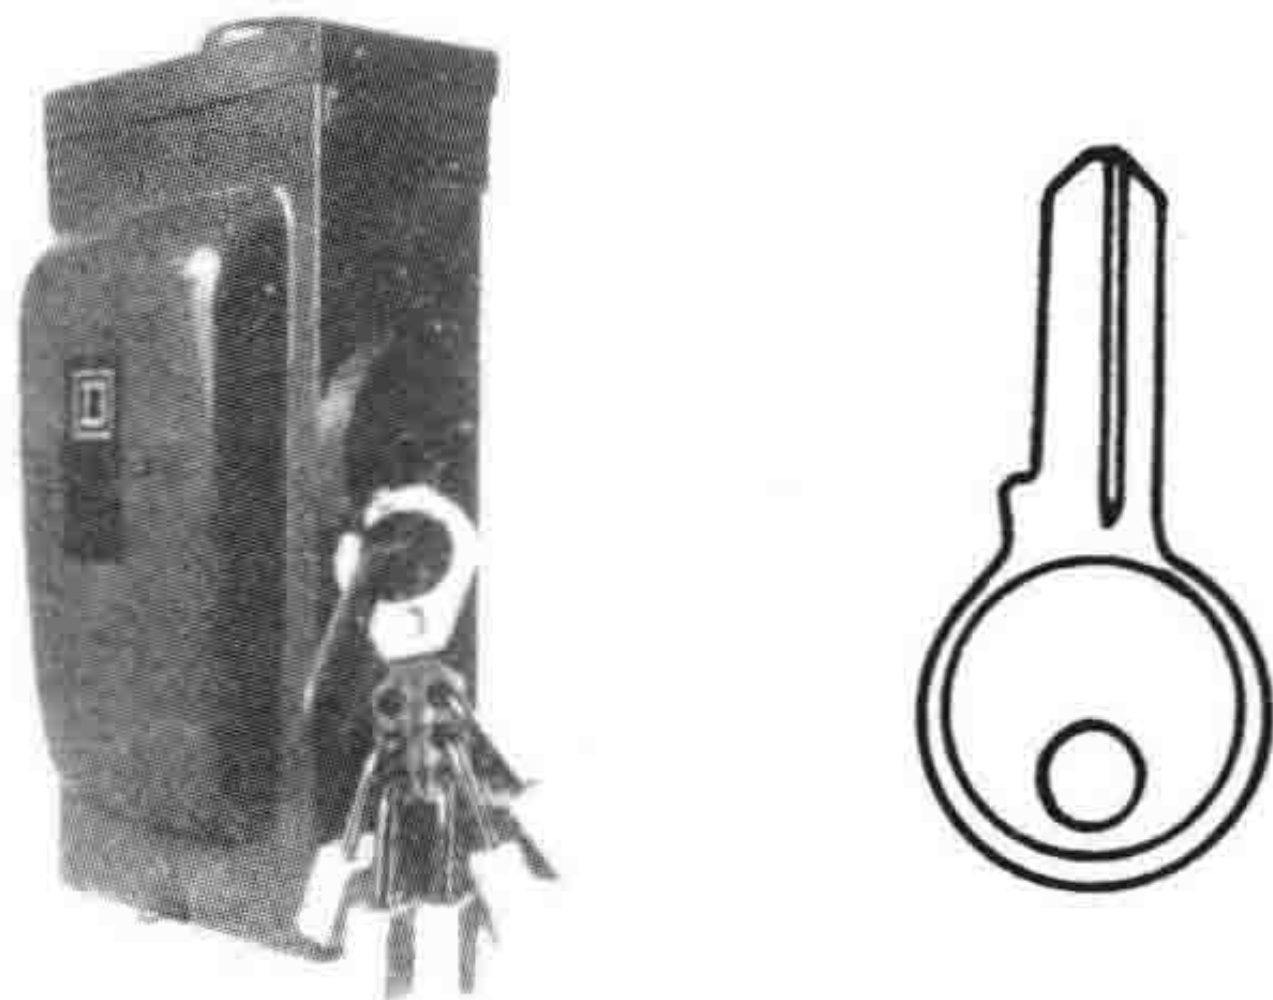

图 2-9 出于安全目的锁上的箱子（Klein 产品）
9. 维修或在设备上工作时，切断电源（这尤其适用于使用自动再起动而非手动再起动装置的设备）。图 2-9 所示为专门设计的开关和配电箱，它有回火钢制成的双重连锁搭扣和连锁拉环以确保更安全。出于安全考虑，每当有人在该电路或设备上工作时应该锁上箱子。这样其他人在另一处工作时无法接通电源。